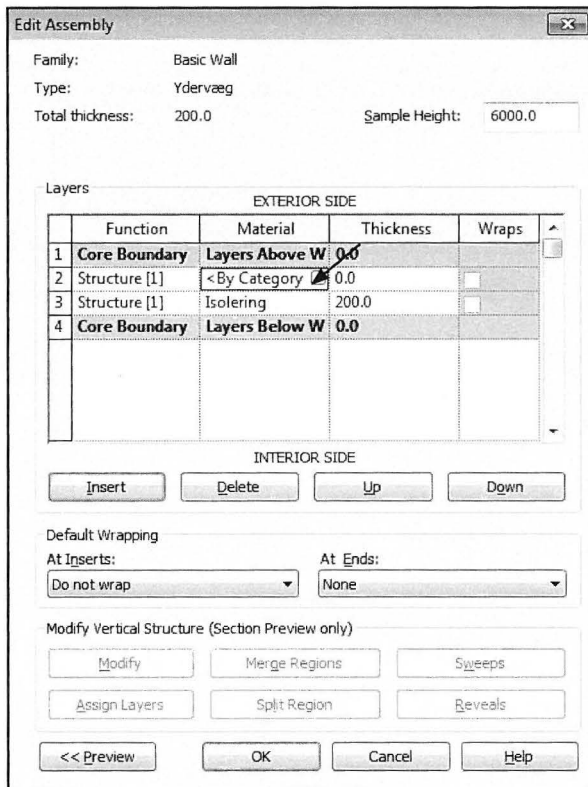

Fig. 05.35. Edit Assembly dialogboksen.
- Klik på *>By Category<* for at ændre materialet (Fig. 05.35).
- Klik OK indtil du er tilbage ved *Edit Assembly* dialogboksen (Fig. 05.35).